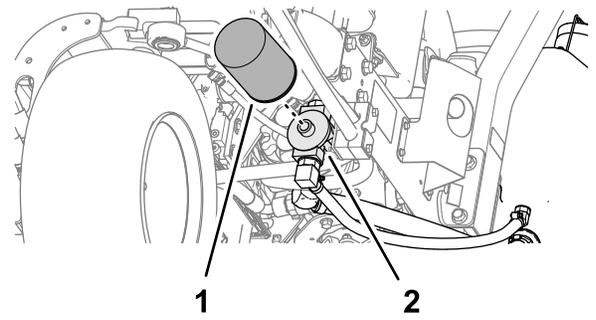

图 88
2. 清洁过滤器安装区周围的区域。在过滤器 (图 88) 下面放置一个放油盘并拆下过滤器。